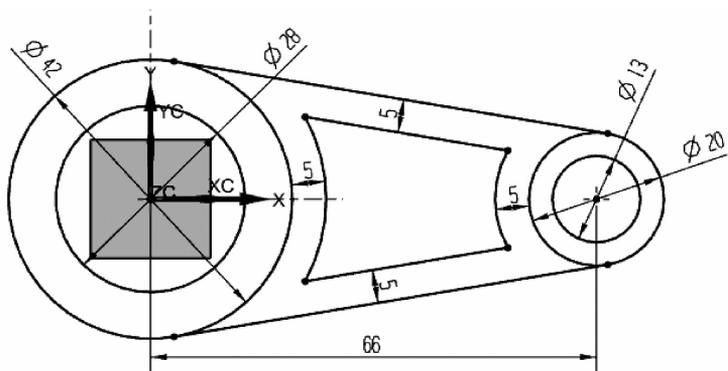

图 2-36 偏置轮廓曲线并修剪草图
(6) 偏置曲线。
① 在“草图”工具条中单击  图标, 按照图纸要求偏置轮廓曲线。
② 在“草图”工具条中单击  图标, 修剪草图, 如图 2-36 所示。